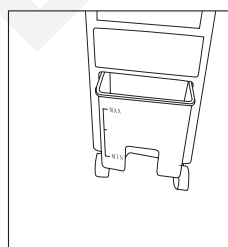

Рис. 3
- ① Уровень воды должен находиться между линиями, обозначающими минимум и максимум (см. рис. 3).
- ② В процессе эксплуатации в баке для воды накапливается пыль и грязь. Рекомендуется своевременно менять воду и очищать бак.